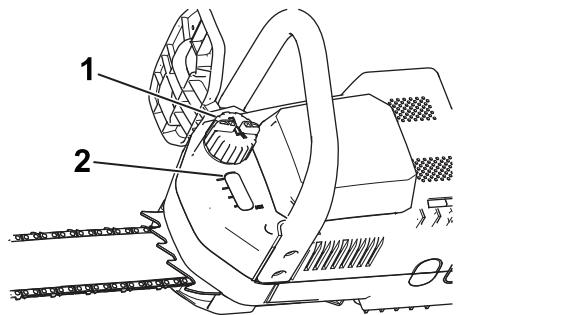

Figura 26
2. Observe el nivel de aceite en la mirilla. Si no puede ver aceite en la mirilla, agregue aceite para cadenas a la motosierra (Figura 26).
4. Retire el tapón y vierta aceite en la motosierra hasta que el aceite llene la mirilla (Figura 26).
3. Limpie la zona alrededor del tapón de aceite (Figura 26).